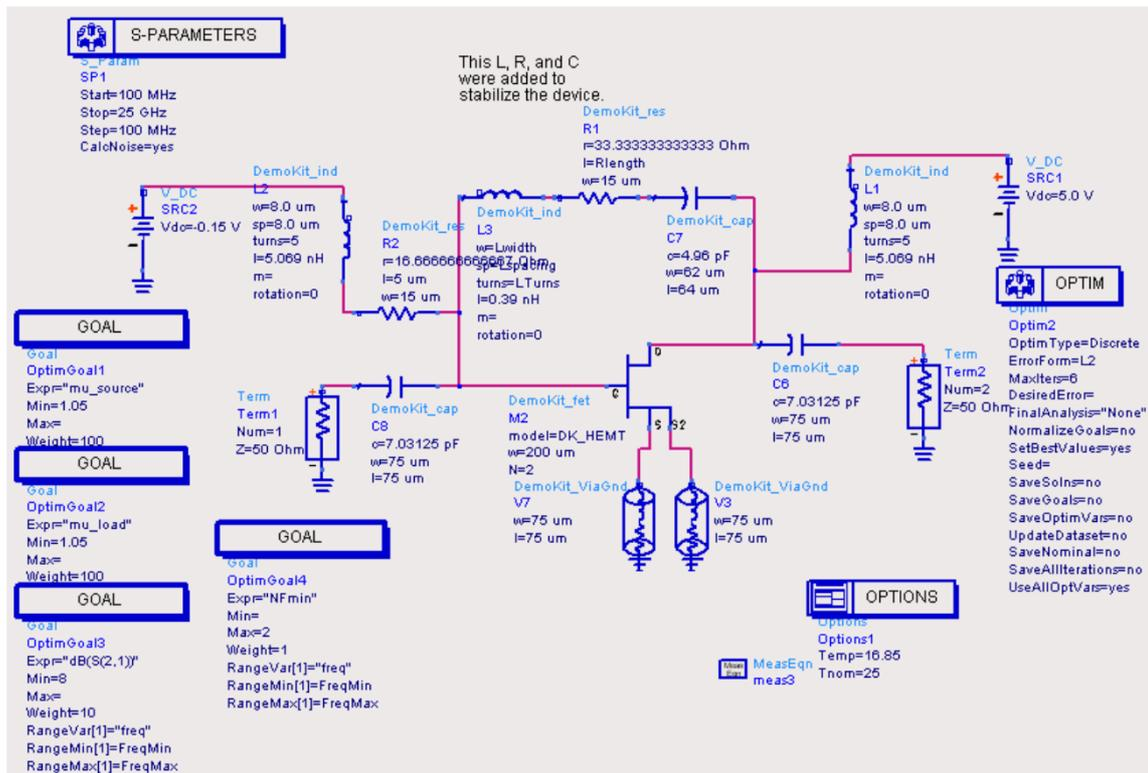

Figura 8.- Controladores S-Parameters, optim y goal en el circuito de un oscilador.
- S-PARAMETERS:** Este es el análisis de los parámetros S o de Scattering, que son esencialmente los parámetros de reflexión o transmisión que caracterizan a los dispositivos. Su utilización está muy extendida en la caracterización de componentes de RF, es decir a alta frecuencia y microondas, y básicamente realiza un análisis de pequeña señal en unas condiciones determinadas de temperatura y polarización. Permite la obtención además de los parámetros S, de la impedancia (o admitancia), del retraso de grupo, de la figura de ruido y permite simular los efectos de la conversión de frecuencia en circuitos con mezcladores. Se suele usar en conjunción con un controlador de opciones (**OPTIONS**) que entre otras funciones permite fijar la temperatura del entorno en pruebas. En la figura 8 se puede observar un ejemplo del uso del controlador de los parámetros S en el circuito de un oscilador.
Además de estos controladores, primordiales para la realización de un proyecto en microondas, existen un par de controladores especiales que se utilizarán con bastante frecuencia y que se complementan entre sí, estos controladores, que se pueden observar en la figura 8, son: